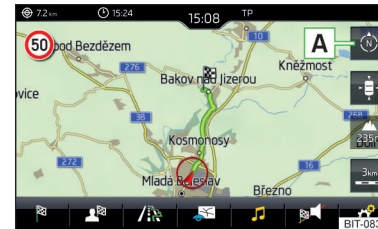

Fig. 197
▶ Pentru **modificarea orientării hărții** atingeți în meniul principal *Navigație* suprafața de comandă funcții **A** » fig. 197.